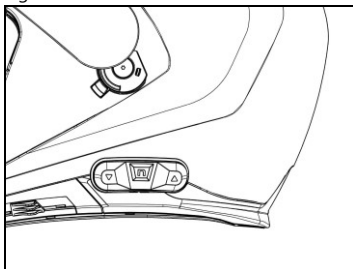

Fig. 22
- Il corretto posizionamento della tastiera è mostrato in Fig. 22.